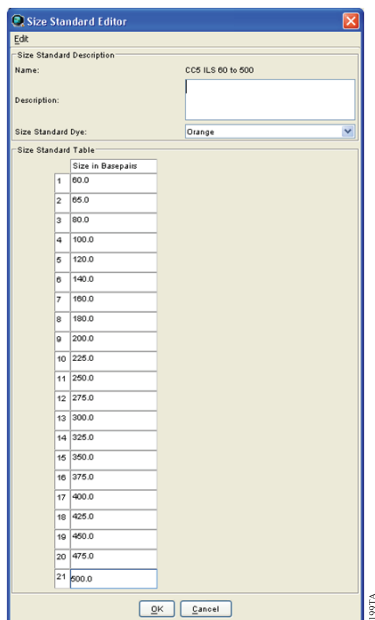

图18.标准片段编辑界面
5. 在Size Standard编辑窗口中输入一个命名，例如“WEN ILS60 to 500”(图18)。